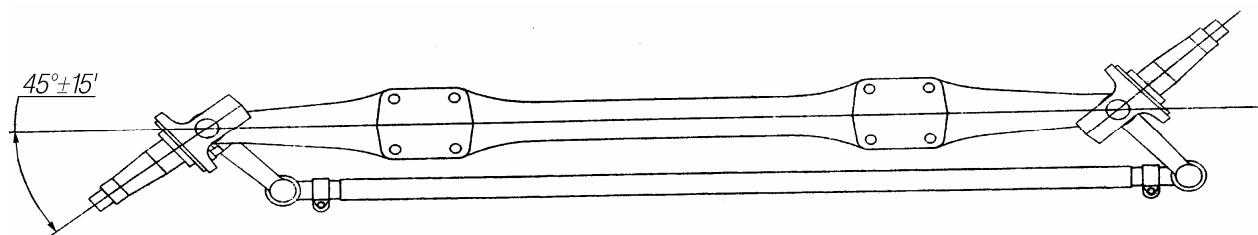

Рис. 12. Регулировка угла поворота цапфы
6. Осуществить регулировку поворотного кулака. При этом необходимо обеспечить максимальный угол поворота левого или правого поворотных кулаков $45^\circ \pm 15'$ на плоскости, при повороте переднего колеса налево или направо (рис. 12).